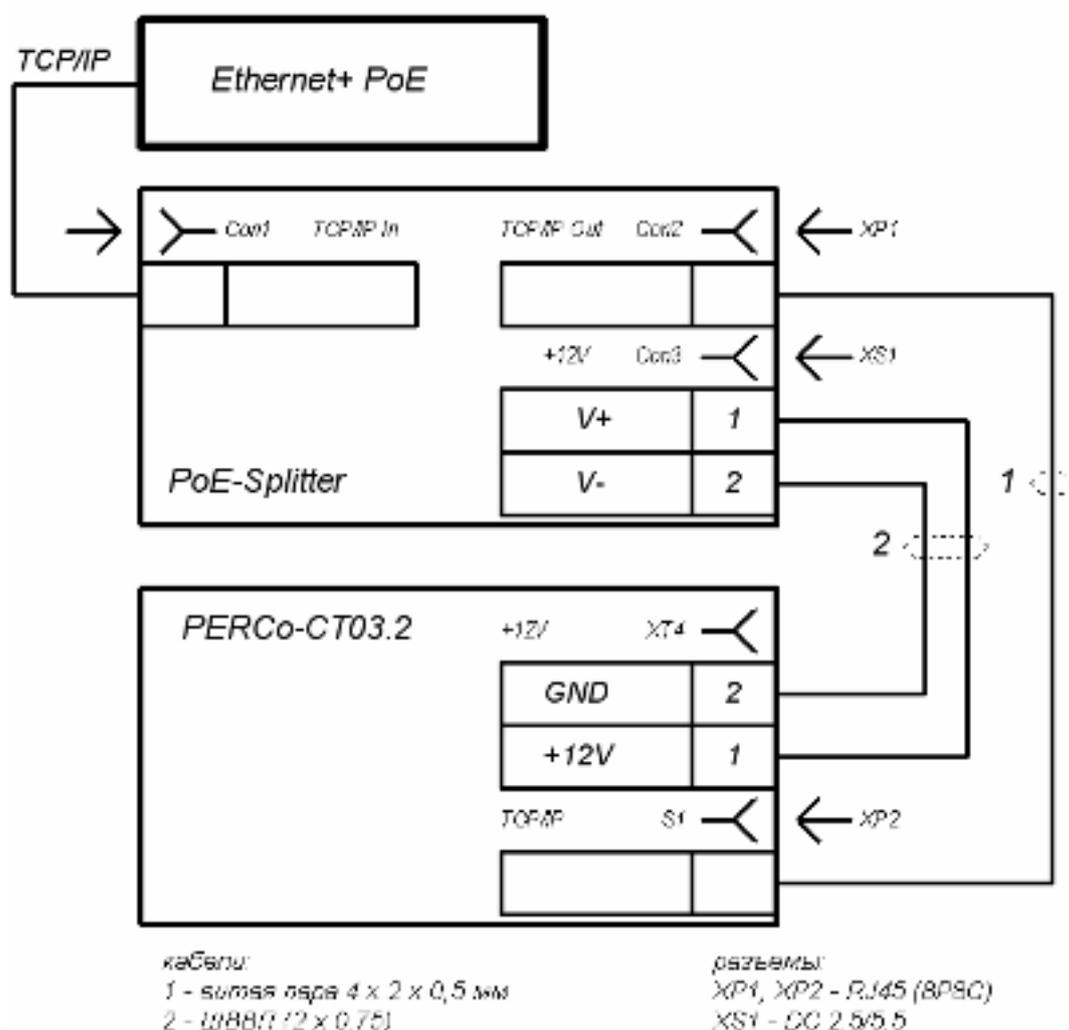

Рисунок 15. Схема подключения контроллера ЭП
3. Подключите цепь питания контроллера ЭП к разьему **Con3** сплиттера. Схема подключения приведена на рис. 15 (штекер для подключения к разьему входит в комплект поставки сплиттера).